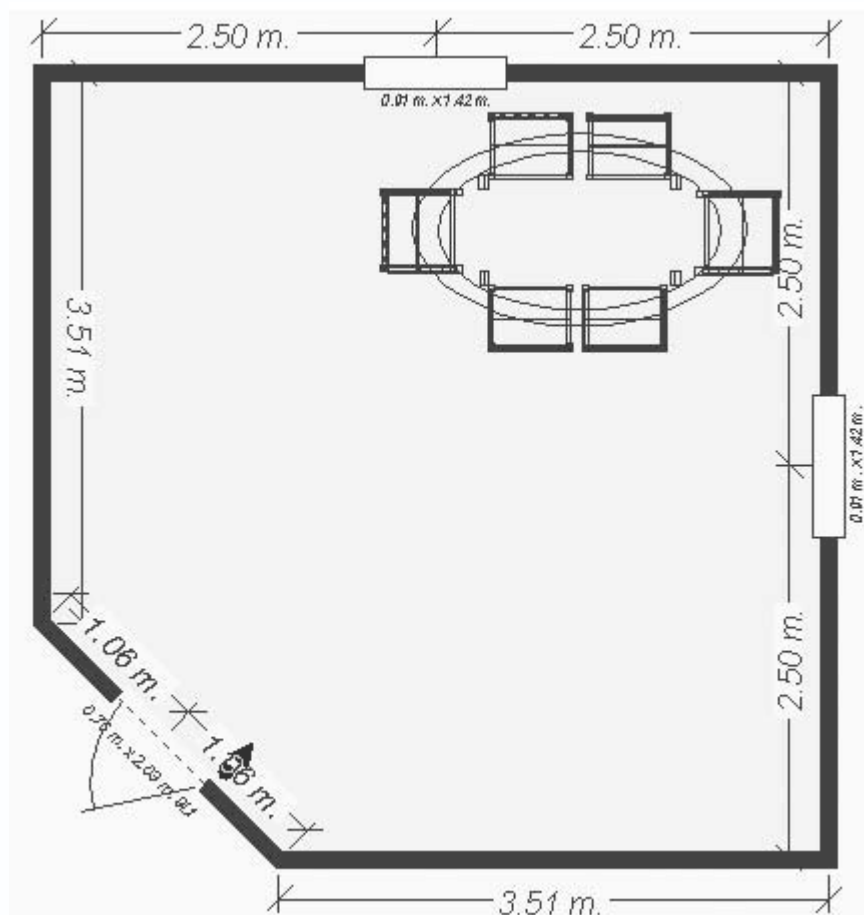

Рис. 6.18. Добавление в комнату комплекта стола со стульями
1. Перейдите на вкладку Objects (Объекты) панели свойств, с помощью меню одноименной кнопки раскройте раздел Dining → Sets (Столовая → Комплекты) и перетащите на план любой набор из стола со стульями. Поместите его в правом верхнем углу плана комнаты (рис. 6.18).